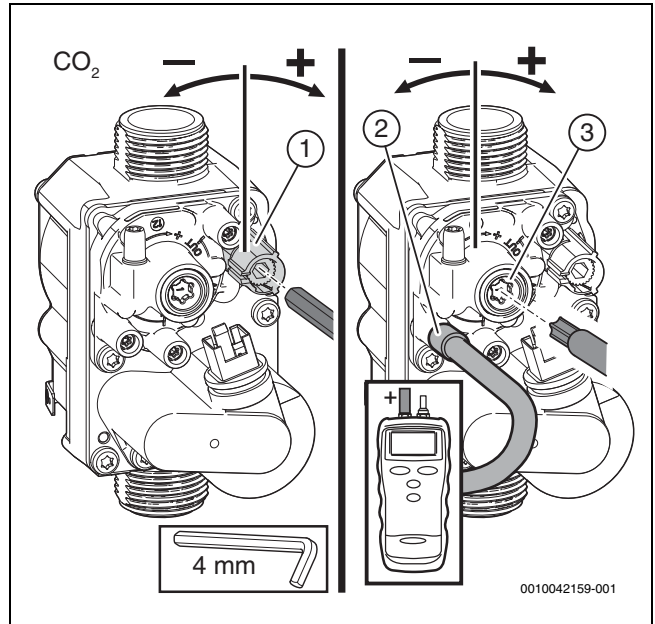

Fig. 44 Réglage du bloc gaz
- ▶ Retirer le scellé sur la vis de réglage du bloc gaz (bloc gaz en bas uniquement dans la fig. 44) et régler la teneur en CO_2 ou en O_2 pour une puissance thermique nominale minimale.